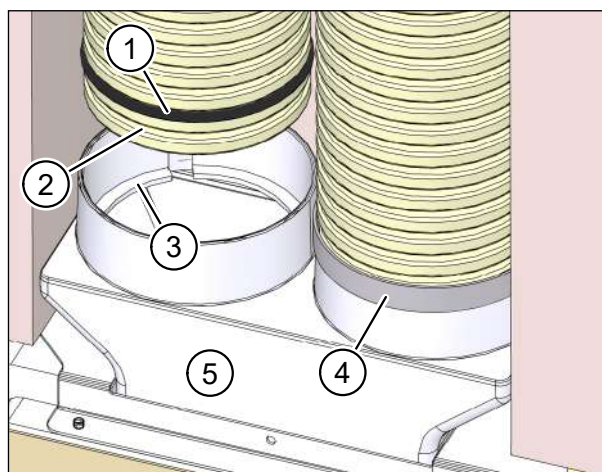

Fig. 29: Fissaggio dell'allacciamento del tubo flessibile con nastro sigillante
- ▶ Inserire gli anelli di guarnizione (pos. 1 nella Fig. 29) nella seconda scanalatura del tubo flessibile. Gli anelli sono disponibili come accessori del modello M-WRG-FR-DR75 (n° art. 200023).
- ▶ Inserire i tubi flessibili nelle aperture dell'allacciamento per tubo flessibile. Assicurarsi che la prima scanalatura sul tubo flessibile (pos. 2 nella Fig. 29) scatti nell'anello a scatto (pos. 3 nella Fig. 29) dell'allacciamento per tubo flessibile.
- ▶ Si consiglia di guarnire il punto di giunzione con uno strato di nastro sigillante dalla larghezza di 30 mm (pos. 4 nella Fig. 29).
- ▶ Inserire l'allacciamento per tubo flessibile (pos. 5 nella Fig. 29) nell'apertura della cassetta a muro.